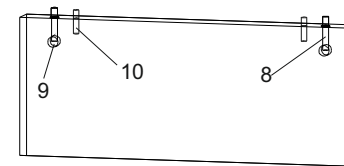

Рис.8
1. В детали 2, 5, 6, 9, 10, 11, 12, 13, 15, 16, 17, вставить эксцентрики 43 стрелками к торцевым отверстиям и в торцевые отверстия шканты 40 согласно рис.8